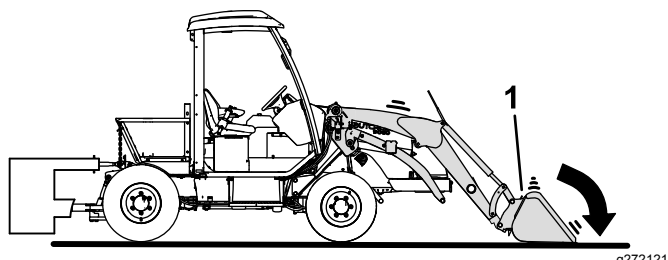

Figura 44
2. Alivie la presión en el enganche de cada brazo de carga girando la pala cargadora ligeramente hacia adelante y bajándolo al suelo (**Figura 44**).